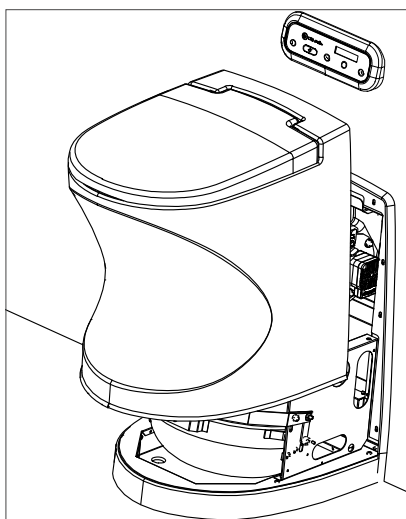

Fig. 4
2. Placer les mains de part et d'autre des toilettes et tirer la coque vers soi (fig. 4).